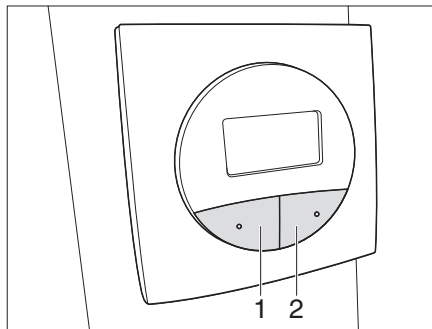

Bild 47 Panel Satellitenanlage Teleco
- SAT Taste (Bild 47,2) **zweimal** drücken.
- Taste PARK (Bild 47,1) drücken.